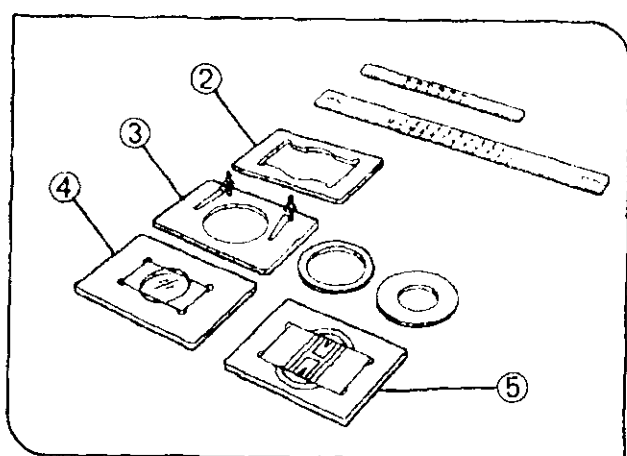

图 15
- ② 如果要固定滴定板外的其它培养皿，有各种样品夹可供选择。固定 Terasaki 盘 (72 孔，或 60 孔) 时，可选用 Terasaki 盘专用夹 2。使用这种专用夹时，应该卸下这种专用夹上的载物台标尺。对于 35 毫米、51 毫米和 65 毫米直径培养皿，可以选用培养皿专用夹 3。固定载玻片时，可以选用载玻片专用夹 4。固定血液细胞测试盘固定器时，使用 IX2-BCTP\* 5 (图 15)
- ③ 也可以使用 IX2-BCTP 血液细胞测试盘 (图 15 中 5)。